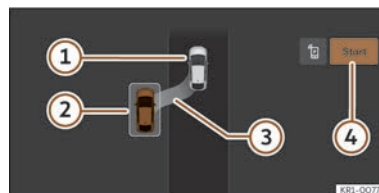
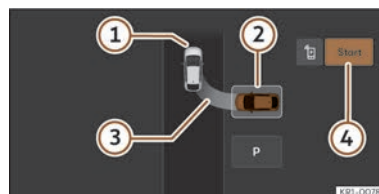

Fig. 160 Pe afișajul sistemului Infotainment: poziție de parcare paralelă.
Fig. 161 Pe afișajul sistemului Infotainment: poziție de parcare spațiu de parcare transversal.
>>> **fig. 160**, >>> **fig. 161**
• Priviți afișajul ecranului sistemului Infotainment pentru a vedea dacă a fost detectat un loc de parcare „corespunzător” și dacă autovehiculul a ajuns în poziția corespunzătoare pentru parcare >>> **fig. 160**, >>> **fig. 161**. Opriți autovehiculul și urmați instrucțiunile afișate pe ecranul Infotainment.